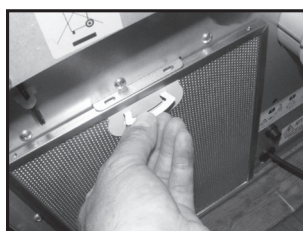

Figura 24
2. Estrarre il filtro dell'aria posto sul retro. Vedere Figura 24.